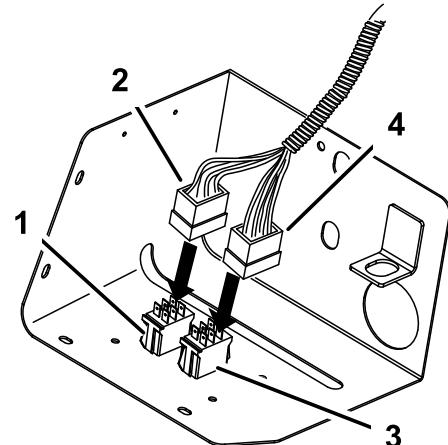

Figura 53
14. Collegate il connettore con i cavi prevalentemente verdi e gialli all'interruttore di selezione dello sprayer (commutatore a ginocchiera) (Figura 53).
15. Collegate il connettore con i cavi multicolore all'interruttore di comando del volume (interruttore momentaneo) (Figura 53).